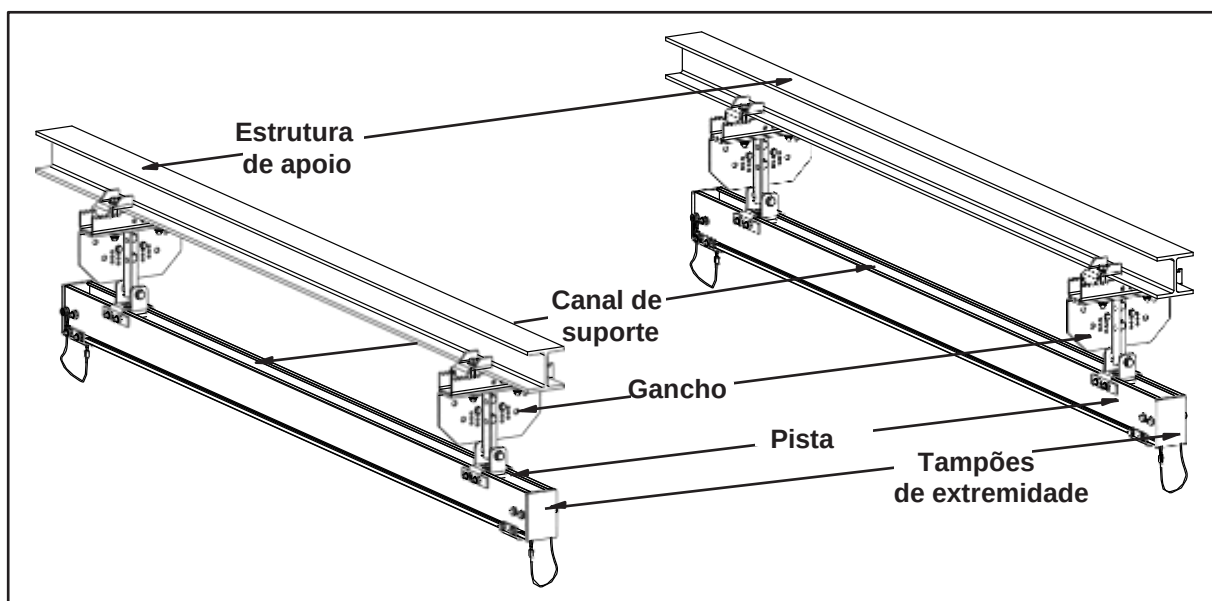

Figura 3-1
- Etapa 3. Selecione a primeira seção do trilho para instalação e instale os ganchos no canal de suporte na pista conforme o *layout*. Consulte a Figura 3-1.